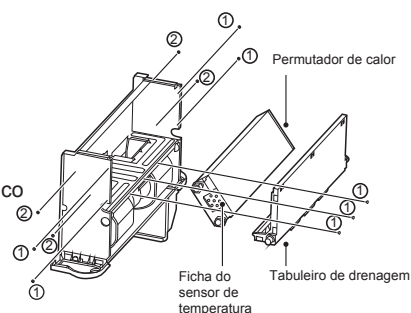

Figura 4-8 Remoção do tabuleiro de drenagem e do permutador de calor
- Como mostrado na Figura 4-8, remova os parafusos ① *7 para retirar o tabuleiro de drenagem. Em seguida, remova os parafusos ② *4 para retirar o permutador de calor.